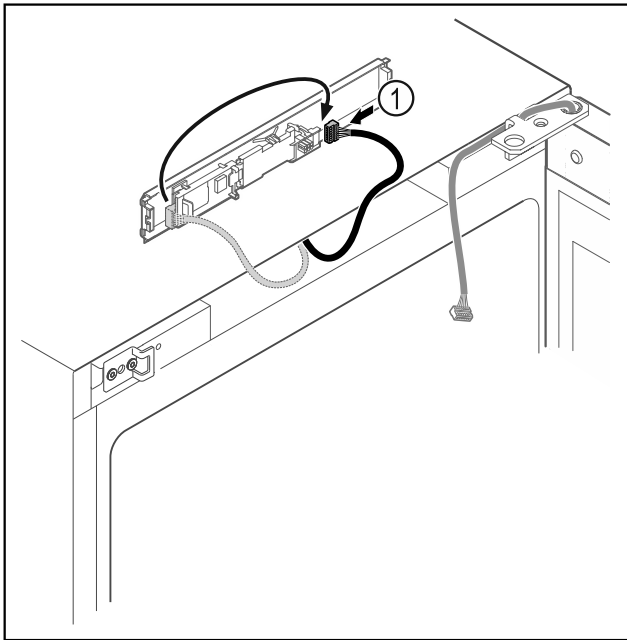

Fig. 18
- ▶ Μεταφέρετε το φιν Fig. 18 (1) στην πλακέτα.